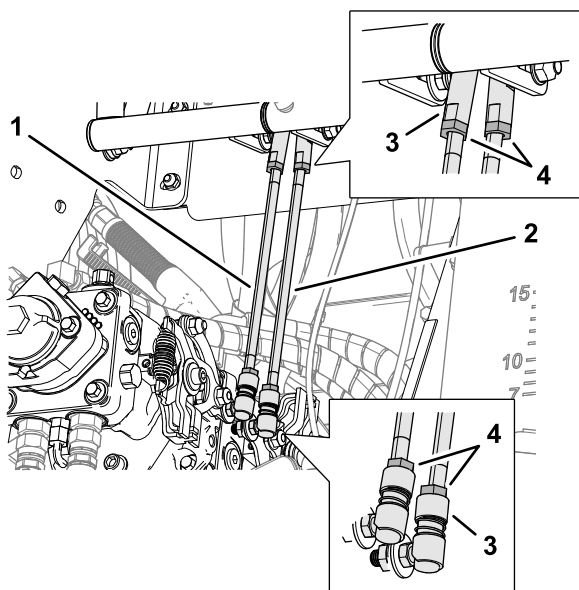

Figura 97
5. Afloje las 2 contratueras que sujetan la varilla de control de movimiento en las rótulas superior e inferior (Figura 97).
7. Apriete las contratuercas (Figura 97).